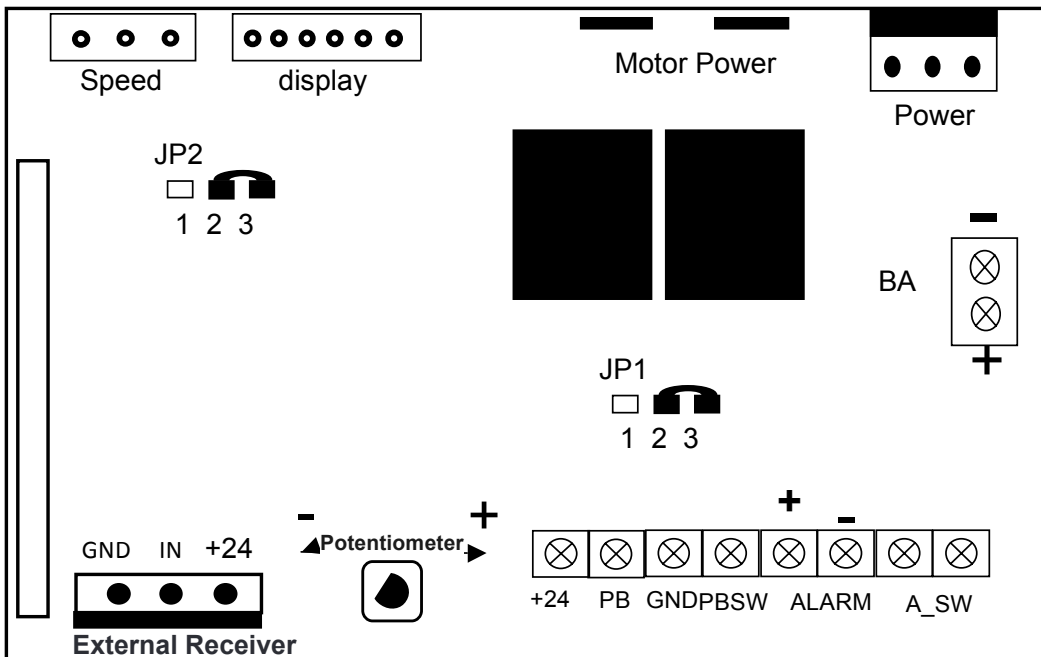

Bild 13.20
Drehen im Uhrzeigersinn erhöht die Kraft (**s. a. Bild 13.20**)
Um diese Funktion einzuschalten, legen Sie die Brücke des Anschlusses „JP2“ auf der Leiterplatte des Antriebs über die Kontakte 1 und 2 (**s. a. Bild 13.20**).
9. Anschluss externer Geräte (siehe auch Bild 13.20)